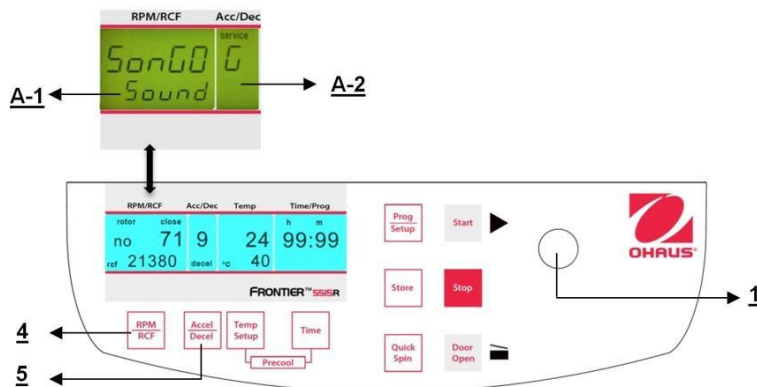

Figure. 37
Poursuivre conformément à la description du paragraphe 4.1. 1 pour entrer dans ce mode de programme et appuyer ensuite sur la touche "**Accel/Decel**" (5). Sur l'affichage "**Acc/Dec**" (A-2), le mot "**Service**" clignote. Sélectionner maintenant la lettre "**G**" avec le bouton de réglage (1). Ceci entraîne l'apparition des mots "**SonGo/Sound**" sur l'affichage "**RPM | RCF**" (A-1). Après avoir appuyé sur la touche "**RPM | RCF**" (4), il est possible de sélectionner une sonorité avec le bouton de réglage (1). (voir la figure 37)